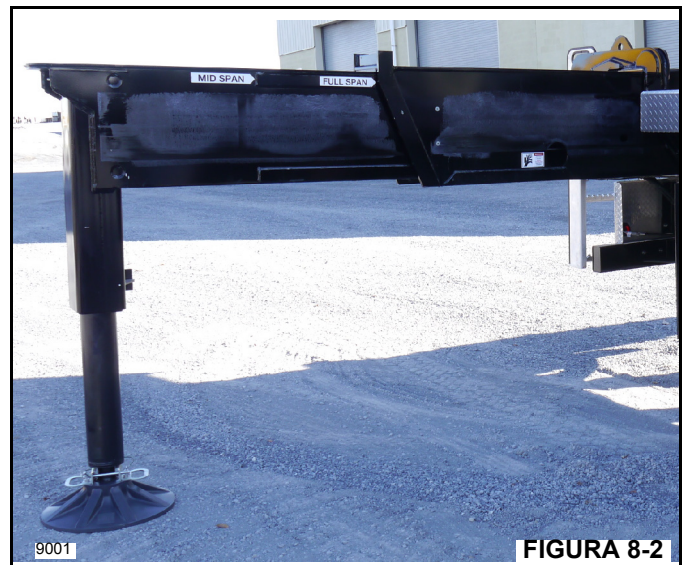

FIGURA 8-2
1. Extienda y ajuste los estabilizadores completamente. Vea Figura 8-2.